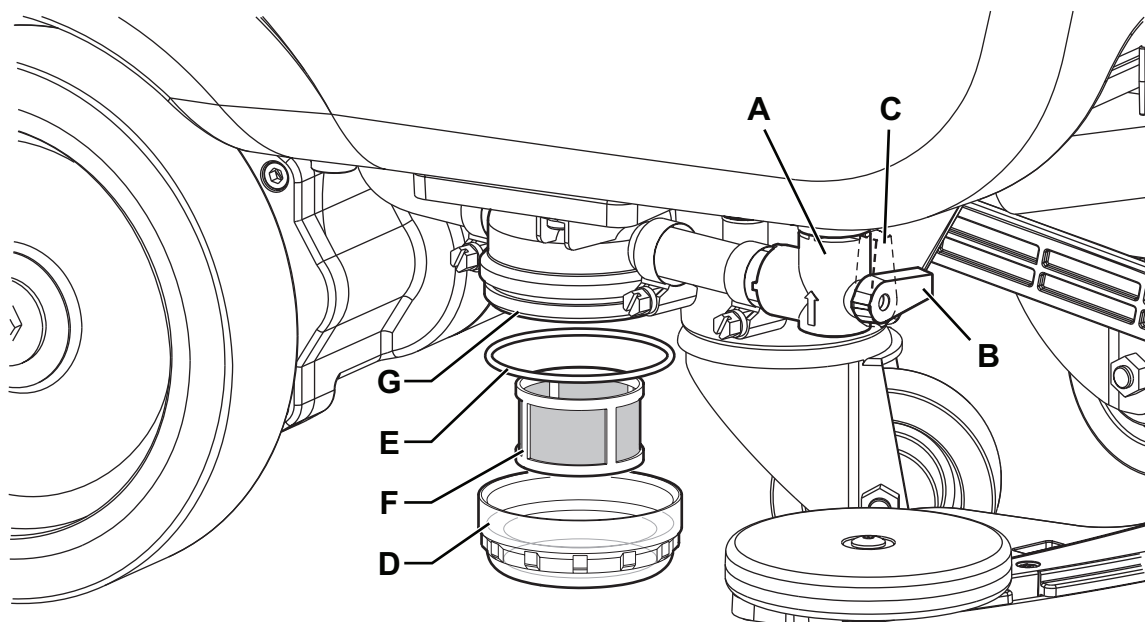

Abbildung 14
2. Sicherstellen, dass das Gerät ausgeschaltet und der Bedienerschlüssel (51) herausgezogen wurde.
3. Den Hahn der Reinigungslösung (A, Abb. 14) schließen. Der Hahn ist geschlossen, wenn er sich in der Stellung (B) befindet, und er ist geöffnet, wenn er in der Stellung (C) ist.
4. Den durchsichtigen Becher (D) abnehmen, Dichtung (E) beiseite legen und Siebfilter (F) entfernen. Mit Wasser waschen und abspülen, dann wieder sorgfältig am Filterhalter (G) befestigen.
5. Den Hahn (A) öffnen.